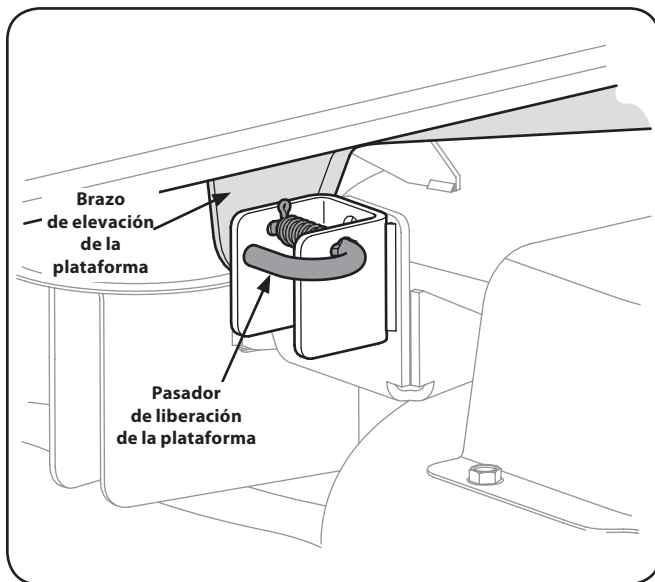

Figura 7-7
7. Ubique los pasadores de liberación de la plataforma del lado izquierdo y del lado derecho que se encuentran a cada lado de la plataforma. Tire de los pasadores de liberación hacia afuera y suelte la plataforma de los brazos de elevación del lado derecho e izquierdo de la plataforma. Vea la Figura 7-7.
4. Tire de los pasadores de liberación de la plataforma hacia afuera y ubique la plataforma según sea necesario para alinear los orificios de los brazos de elevación de la plataforma con los pasadores. Consulte la Figura 7-7.